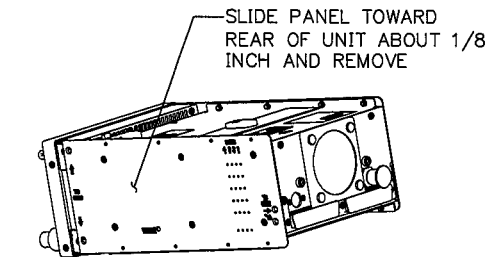

FIGURE 2
- SLIDE THE SIDE PANEL TOWARD THE REAR OF THE UNIT APPROXIMATELY 1/8 OF AN INCH AND REMOVE THE SIDE PANEL AS SHOWN IN FIGURE 2.